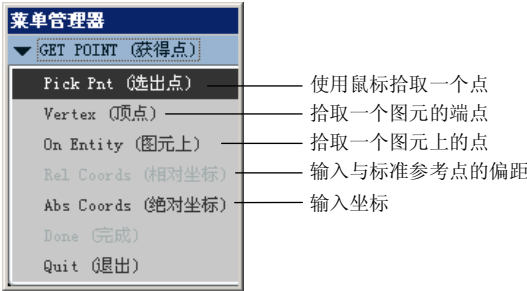

图 6.3.26 “获得点”菜单
Step3. 选择 **表** → **复制表** 命令，弹出图 6.3.26 所示的“获得点”菜单。